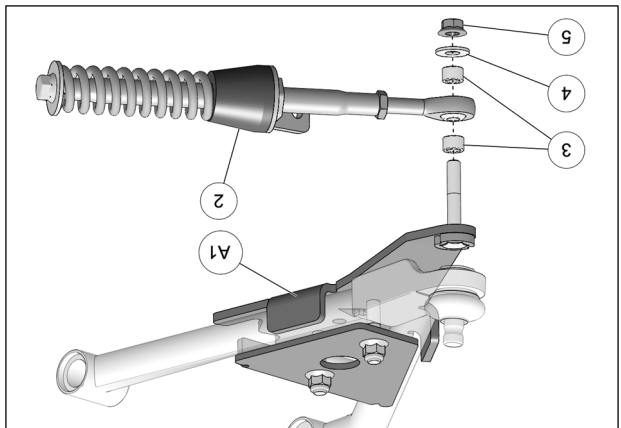

Fig. 19
8. Fixer le bras stabilisateur (2) à l'ancrage de suspension (A1) à l'aide des deux espacers (3), de la rondelle (4) et de l'écrou autobloquant (5). Serrer à un couple de 70 N•m [52 lb•pi]. Voir la Fig. 19